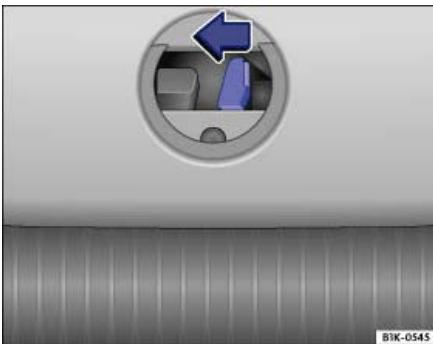

Abb. 285 Vom Gepäckraum aus: Gepäckraumklappe notentriegeln.
- Entriegelungshebel in Pfeilrichtung ⇒ Abb. 285 drücken. Die Gepäckraumklappe wird entriegelt.